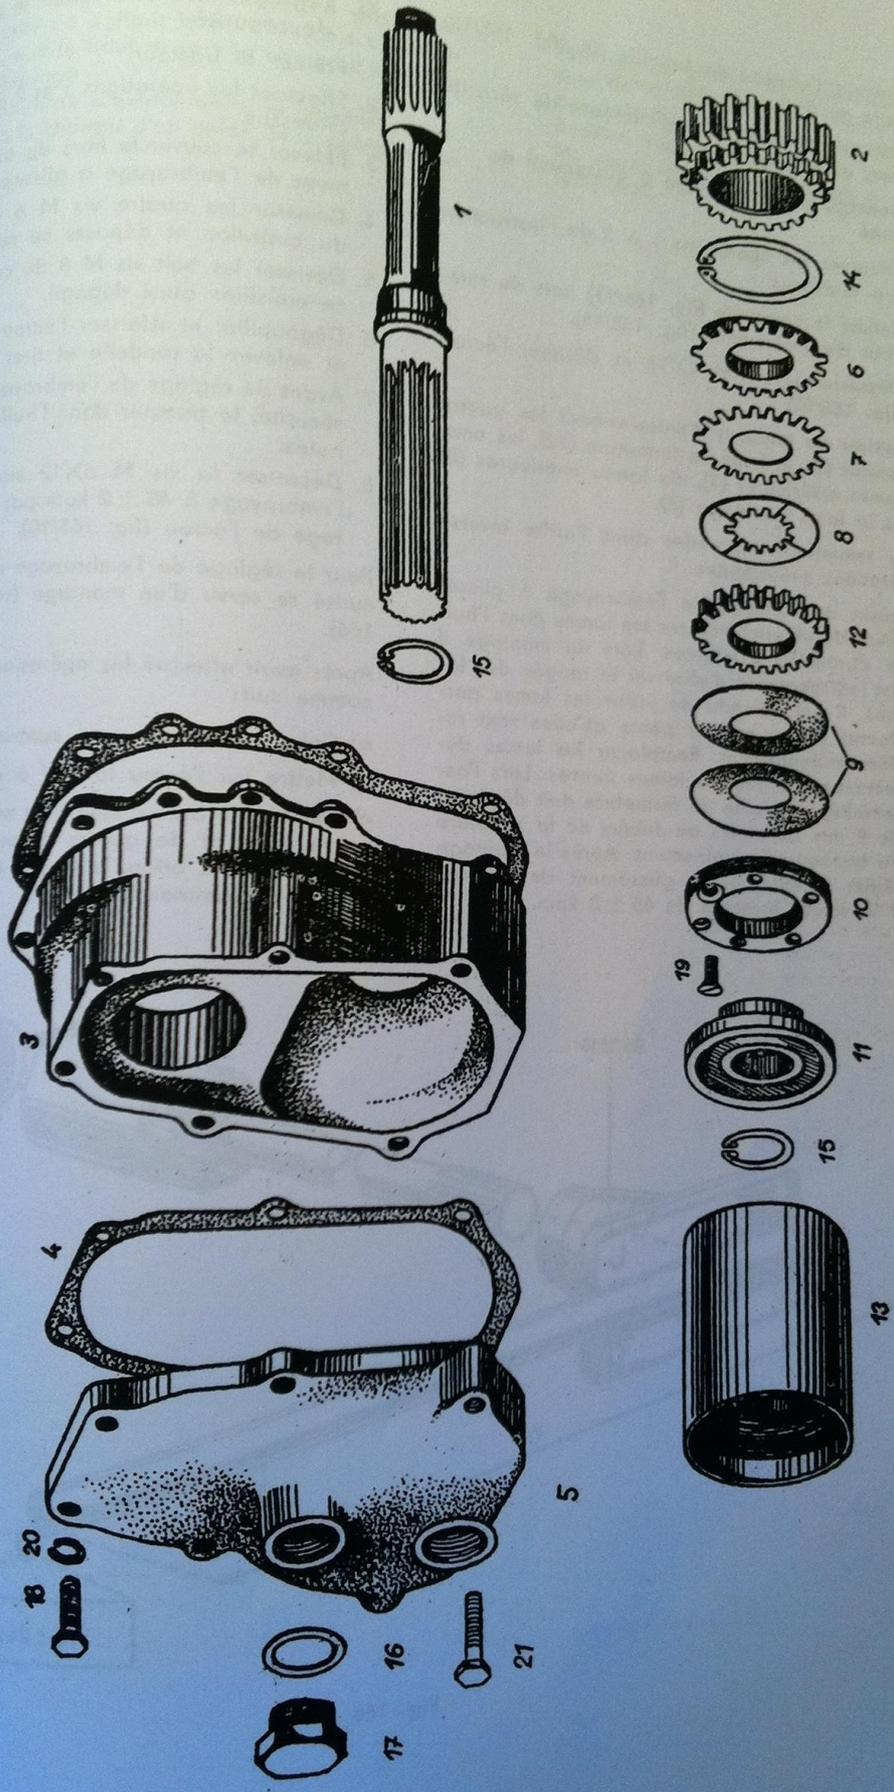

Fig. 165
2. Enlever l'anneau de retenue 35 (fig. 165/15) hors de l'arbre de commande.
2. Retirer le couvercle (fig. 165/11) hors du tambour d'entraînement (fig. 165/13).
3. Dessermer la vis M 6×12 et dévisser l'écrou (fig. 165/10).
4. Retirer du tambour d'entraînement les quatre ressort (9), la lame de fermeture (12), les onze lames extérieures (7), dix lames intérieures (8) et la lame entretoise (6).
8. Dessermer la vis M 6×12 sur l'écrou et régler l'embrayage à  $45 \pm 2$  kpm par serrage ou desserrage de l'écrou (fig. 165/10).